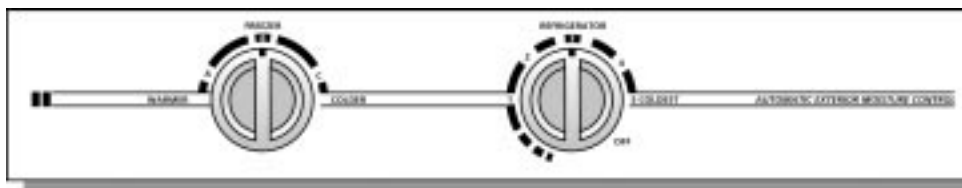

Abb. 3
3. Temperaturregelung (Thermostatknöpfe) (Abb. 3)